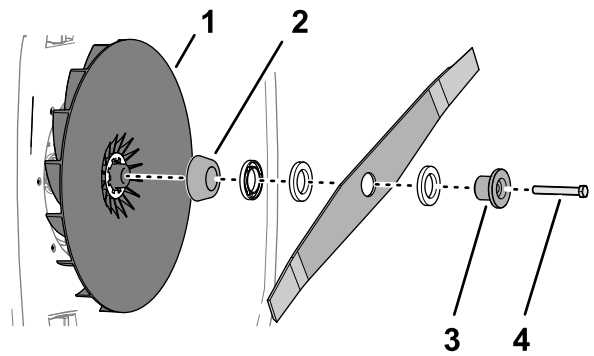

Figur 21
3. Håll kniven stilla med hjälp av en tråkloss (Figur 21).
- Använd en skiftnyckel för att avlägsna kniven genom att vrida skruven motsols (Figur 21).